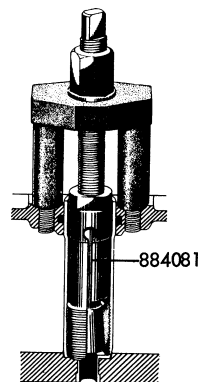

Fig. 6. Demontering av spridarhylsa
2. Vrid verktygets expanderande spindel moturs, varvid spindeln spänns fast inuti hylsan. Drag ej för hårt utan endast så kraftigt att spindeln får ett fast grepp (fig. 6).